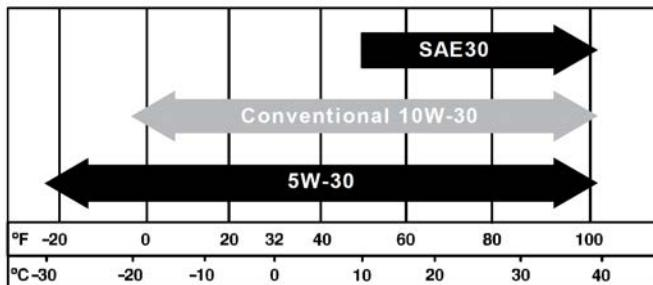

Figure 19 - Huile recommandée
1. Utiliser uniquement l'huile moteur spécifiée dans la Figure 19.
6. Sélectionner l'huile moteur appropriée tel qu'indiqué dans la Figure 19.